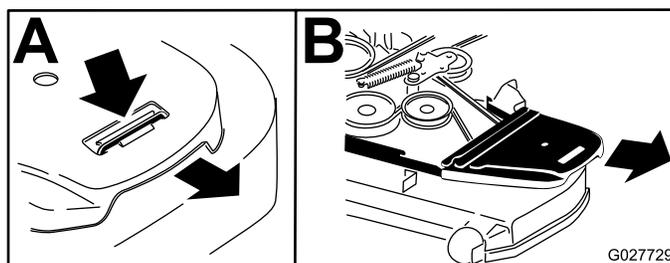

Рисунок 63
7. Снимите крышки ремней (Рисунок 63).